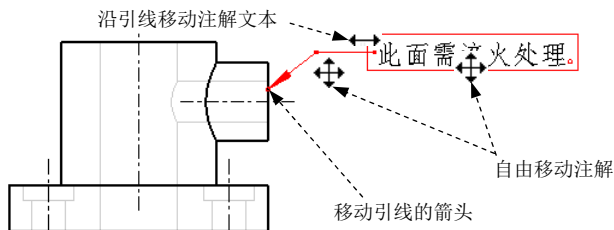

图 5.3.9 带引线注解的移动
(1) 选择  独立注解 和  偏移注解 创建的注解。这种注解无指引线, 可以被移到工程图中任意的位置。移动时, 可先选中它, 当注解加亮显示后, 将鼠标指针置于注解上, 此时光标变为 , 按住左键, 并移动鼠标, 注解会随着鼠标移动, 移到所需的位置后, 松开鼠标的左键。
(2) 选择 **引线注解** 创建的注解。这种注解有指引线，因此其移动操作较无指引线的复杂，移动时，可先选取它，如图 5.3.9 所示，同尺寸被选取后一样，在注解文本及其指引线的周围出现小方框。当鼠标指针移至这些小方框的附近时，指针以双箭头和四箭头的形式显示，拖动小方框可对注解作不同形式的移动。
说明：图 5.3.9 所示的工程图文件位于 D:\creo3.7\work\ch05.03.04 中，文件名为 base_drw_01.drw，供读者参考。